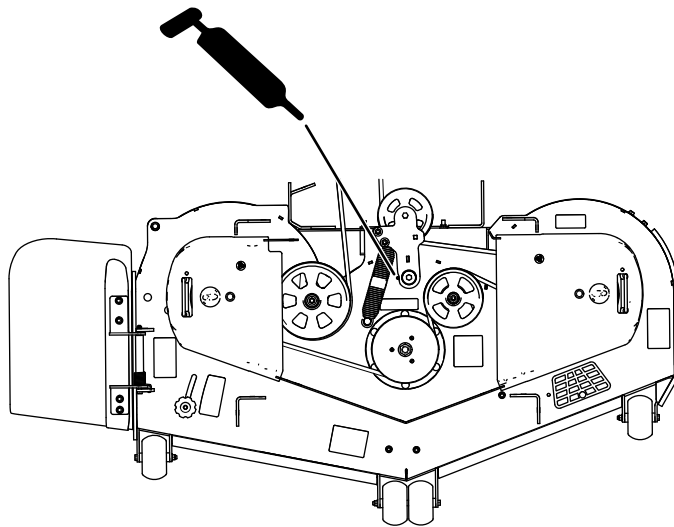

Figure 44
3. Graissez le pivot de la poulie de tension du tablier de coupe jusqu'à ce que la graisse ressorte par le bas (Figure 44).